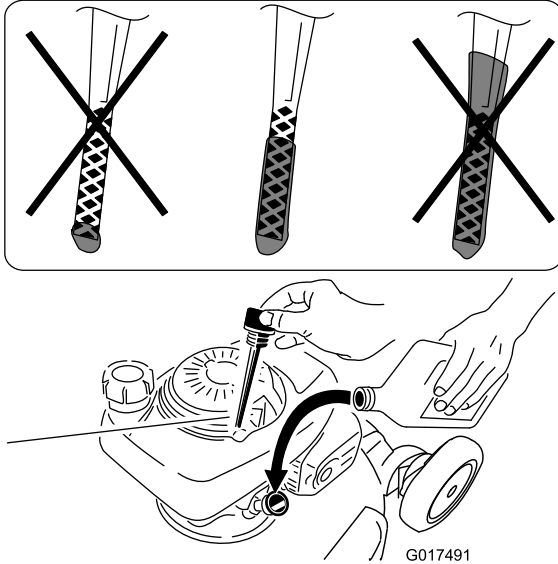

Figura 10
1. Retire la varilla, límpiela, y vuelva a colocarla (Figura 10).
2. Retire la varilla y compruebe el nivel de aceite (Figura 10). Si el nivel de aceite está por debajo de la marca "**Add**" de la varilla, vierta **lentamente** aceite en el tubo de llenado hasta que el nivel llegue a la marca "**Full**" de la varilla. Después de añadir aceite, espere 3 minutos antes de comprobar el nivel de aceite con la varilla. **No llene demasiado.** (Capacidad máxima: 0,58 cuartos de galón o 18,6 onzas (0,55 l), tipo: SAE 30, aceite detergente con clasificación de servicio API SF, SG, SH, SJ, SL o superior.)